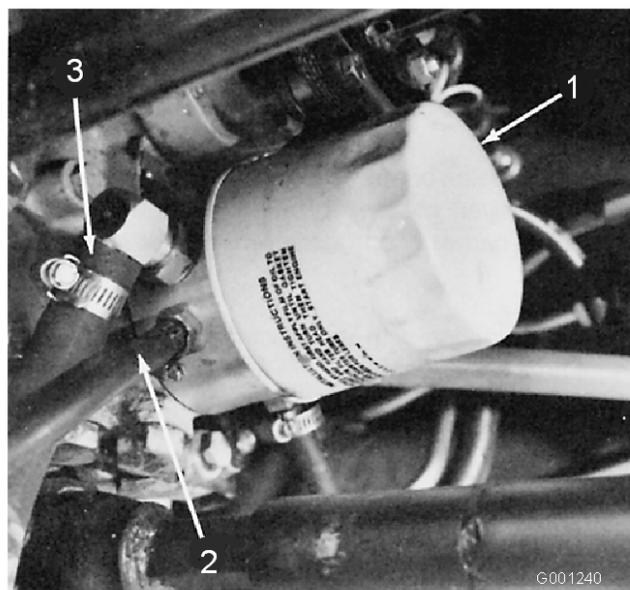

Figura 69
4. Pulite attorno al filtro dell'olio idraulico e rimuovete il filtro (Figura 69).